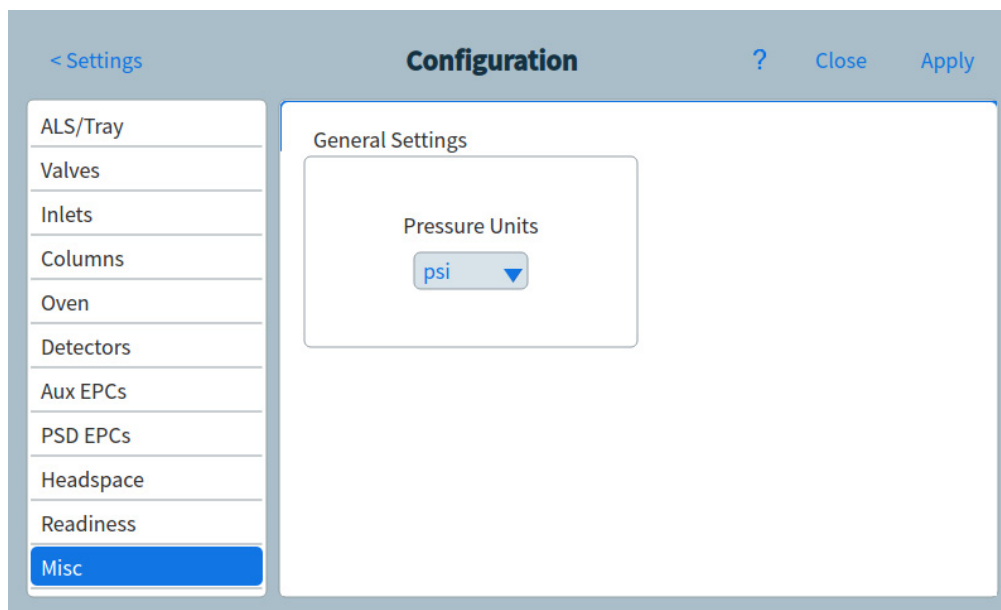

Abbildung 73. Seite „Miscellaneous settings“
- 1 Drücken Sie **Settings (Einstellungen) > Configuration (Konfiguration) > Misc (Sonstiges)**. Siehe **Abbildung 73**.